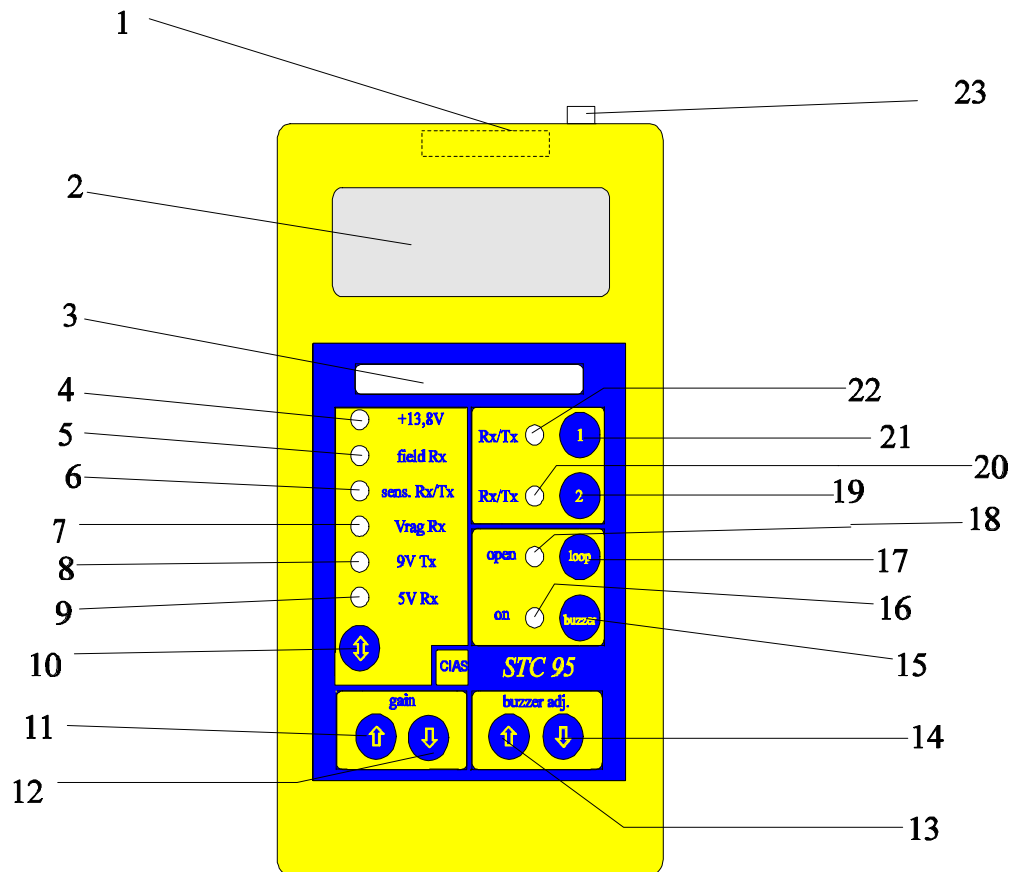

Fig. 30
- Verificare il corretto funzionamento del trasmettitore tramite lo strumento STC 95. (Per la leggenda dei leds e dei tasti vedi la fig. 30)
7.1.2 - Verificare che il led 22 (fig. 30) sia acceso. Qualora fosse spento premere il tasto 21 (fig. 30) per accenderlo.
7.1.3 - Premere il tasto 10 (fig.30) fino all'accensione del led (4). La tensione letta sul display (2) dovrà essere $13.8 V_{cc} \pm 10\%$.